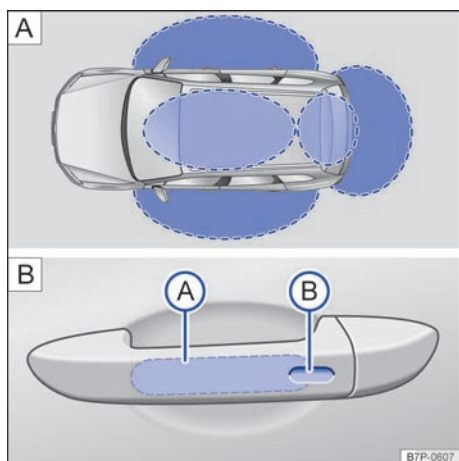

Fig. 64 Sistema de cierre y arranque sin llave Keyless Access: **A** Zonas de proximidad. **B** Superficies sensoras del cierre centralizado.
Keyless Access es un sistema de cierre y arranque sin llave con el que se puede desbloquear y bloquear el vehículo sin utilizar activamente la llave del mismo. Para ello tiene que haber una llave del vehículo válida en alguna de las zonas de proximidad del vehículo → fig. 64 A. Al tocar las superficies sensoras de las manillas de las puertas delanteras o al accionar el pulsador situado en el portón del maletero → pág. 99 se desbloquea o bloquea el vehículo o el portón del maletero → 📖.
Si se encuentra una llave del vehículo válida en una de las zonas de proximidad → fig. 64 A, el sistema de cierre y arranque sin llave Keyless Access le otorga a dicha llave derechos de acceso. A continuación son posibles las siguientes funciones sin tener que utilizar activamente la llave del vehículo:
- *Easy Open*: apertura del portón del maletero moviendo un pie debajo del paragolpes trasero → fig. 64 B.
- Toque la superficie sensora → fig. 64 B situada en el lado interior de la manilla de la puerta del conductor o del acompañante.
Cuando el vehículo está bloqueado, el portón del maletero se desbloquea automáticamente al abrirlo mediante el pulsador de su asidero si en su zona de proximidad → fig. 64 A se encuentra una llave del vehículo válida.
Para **cerrar con la función de confort** todas las ventanillas eléctricas y el techo de cristal, mantenga un dedo durante algunos segundos sobre la superficie sensora → fig. 64 de la manilla de la puerta del conductor o del acompañante hasta que se hayan cerrado las ventanillas y el techo.